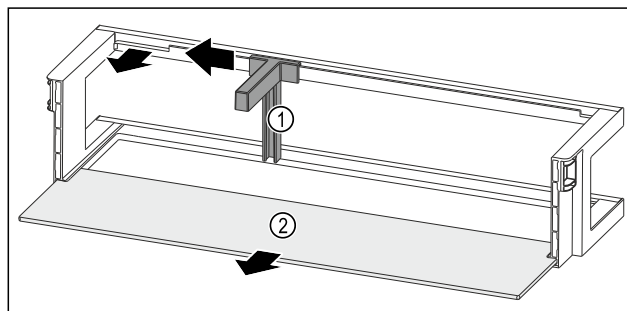

Fig. 196 Balconcino controporta con fermabottiglie e ripiano
- ▶ Spingere il fermabottiglie Fig. 196 (1) lateralmente fino all'incavo.
- ▶ Rimuovere il fermabottiglie Fig. 196 (1).
- ▶ Rimuovere il ripiano Fig. 196 (2).